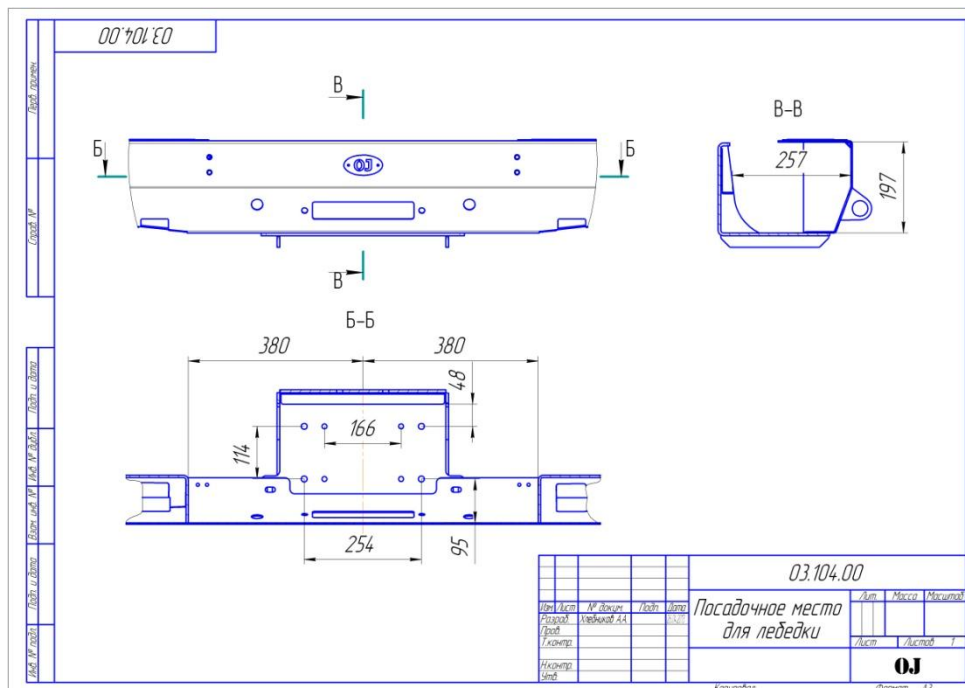

Рис. 4 Пosaдочное место для лебёдки
- Положение I и II соответствуют стандартному положению кузова *рисунок 4*.